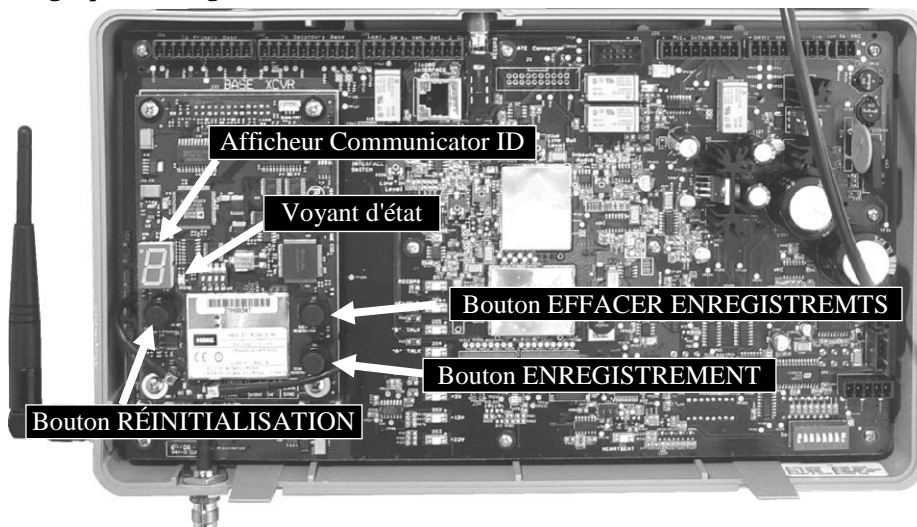

Figure 5. Boutons et indicateurs d'enregistrement
Un maximum de 15 Communicators peuvent être enregistrés. Lorsqu'un Communicator est remplacé, vous devez enregistrer le nouveau Communicator avant de pouvoir l'utiliser. Lorsqu'un Communicator est remplacé, le Communicator remplacé demeure en mémoire. Si le nombre maximum de 15 (en mémoire) est dépassé, l'afficheur du Communicator ID du poste de base affichera « F » pour « Full » (plein). Voir la Figure 5. Si cela se produit, vous devez effacer tous les enregistrements actuels et enregistrer de nouveau tous les Communicators actifs. Pour effacer tous les enregistrements, appuyez simultanément sur le bouton « EFFACER TOUS LES ENREGISTREMENTS » (CLEAR ALL REGISTRATION) et sur le bouton « RÉINITIALISER » (RESET). Reportez-vous à la Figure 5 à la page 6. Continuez à maintenir enfoncé le bouton « EFFACER TOUS LES ENREGISTREMENTS » (CLEAR ALL REGISTRATION) après avoir relâché le bouton « RÉINITIALISER » (RESET), jusqu'à ce que le code « c » (en bas de casse) apparaisse à l'afficheur du Communicator ID. Enregistrez tous les Communicators actifs de la même manière, un à la fois.
- Ouvrez le poste de base et localisez les articles illustrés à la Figure 5.